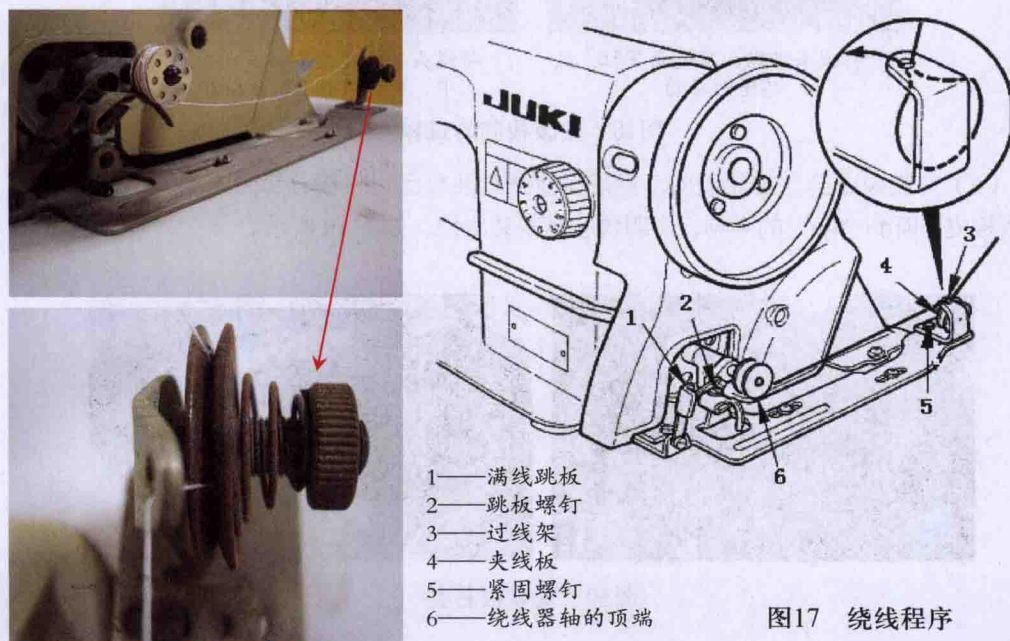

图17 绕线程序
1) 绕线。将梭芯插入绕线器轴的顶端 6 上。由线球引出的线，先穿入过线架 3 的线孔中，再夹入两块夹线板 4 的中间。然后把线头在梭芯上绕几圈，把满线跳板 1 向下掀压，绕线轮 6 即压向皮带，在缝纫过程中就能自动绕线，梭芯绕满线后能自动停止（见图 17）。如不缝纫只绕线，一定要将压脚抬起。